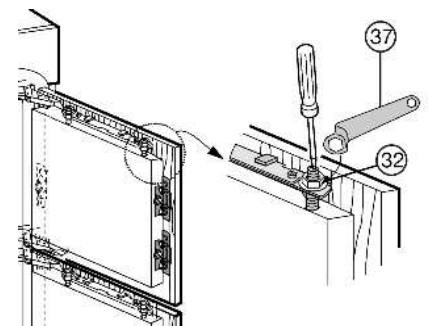

Fig. 25
- ▶ Затяните контргайки *Fig. 25 (32)* кольцевым гаечным ключом *Fig. 25 (37)*, при этом регулировочные болты *Fig. 25 (33)* удерживайте от проворачивания отверткой.